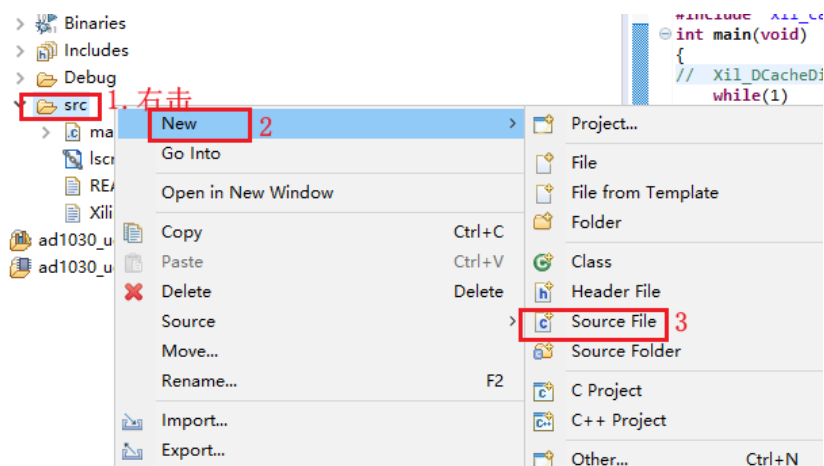

图 1-17 新建源文件
4. src 文件夹下，新建一个源文件，如下图 1-17 所示，然后在弹出的界面中给文件命名为 main.c。